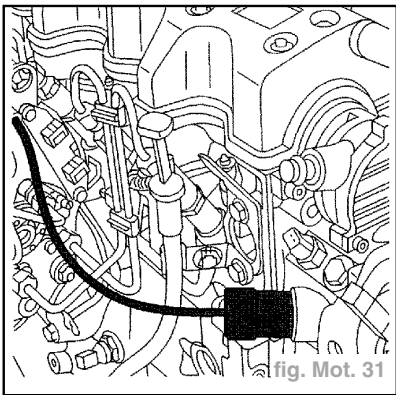

fig. Mot. 31
- Vérifier que la câble (4) est sans tension.
- Dans le cas contraire, remplacer la sonde thermostatique (couple de serrage **2,5 daN.m**) (fig. Mot. 31).
- Vérifier que le câble (3) est sans tension.